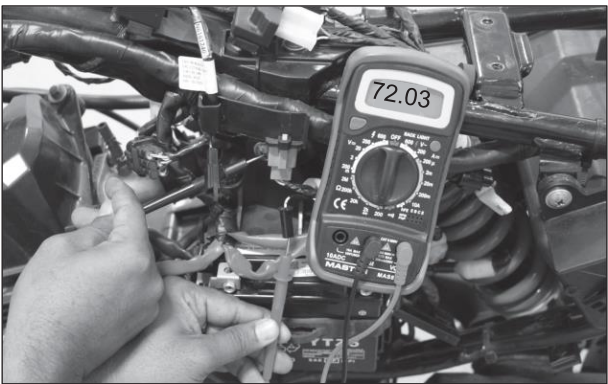

Fig. 5.20
- El sensor de posición de cambios detecta la posición exacta del engranaje y genera la resistencia correspondiente. Estas resistencias son enviadas al tablero de instrumentos digital a través de un cable trazador rosa con violeta (PV). Para medir el nivel de resistencia del sensor de posición de cambios en varias posiciones, siga el procedimiento que se indica a continuación:
- Conecte el cable '+vo' del multímetro al cable rosa violeta (P/V) del sensor de posición de cambios y el cable '-vo' a tierra. (Fig. 5.20)